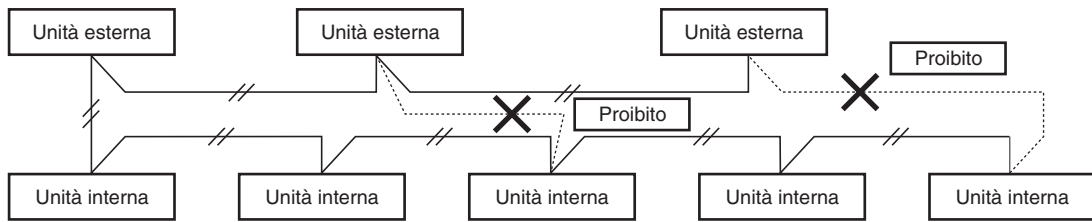

Fig. 4-3
- (2) Non installare i fili di collegamento fra unità esterne in modo che formino un anello. (Fig. 4-3)